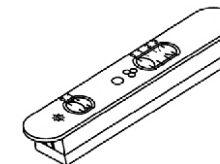

рис. 8
7.4 Управление вытяжкой «Врезной блок 52Н(П)-400-ПЗГ(ПЗЛ)» производится при помощи ползункового переключателя (рис. 8).